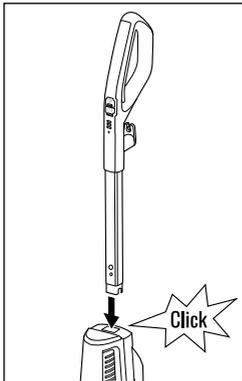

Fig. 1
- ◆ Sæt motordelen **1** ind i åbningen på oversiden af produktet, indtil motordelen **1** går i indgreb i åbningen, så det kan høres (se fig. 1).